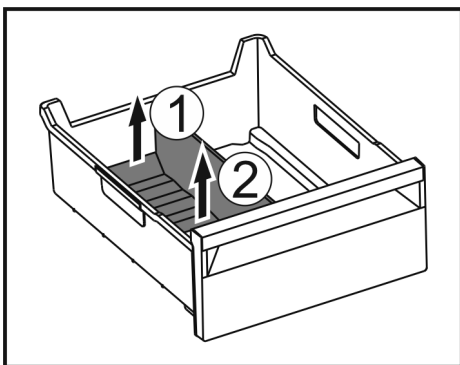

Fig. 209
- ▶ Приподнимите заднюю часть разделителя отделения для льда. Fig. 209 (1)
- ▶ Извлеките разделитель отделения для льда движением вверх. Fig. 209 (2)